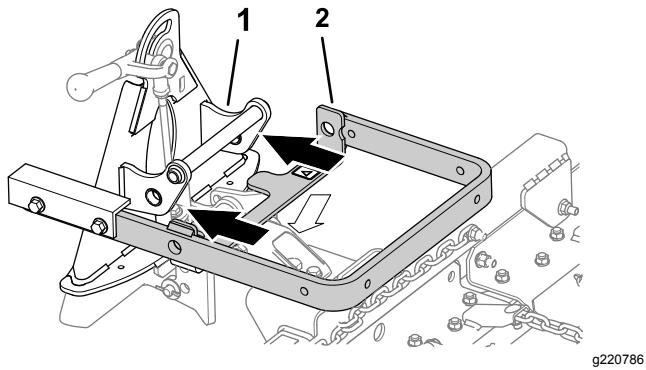
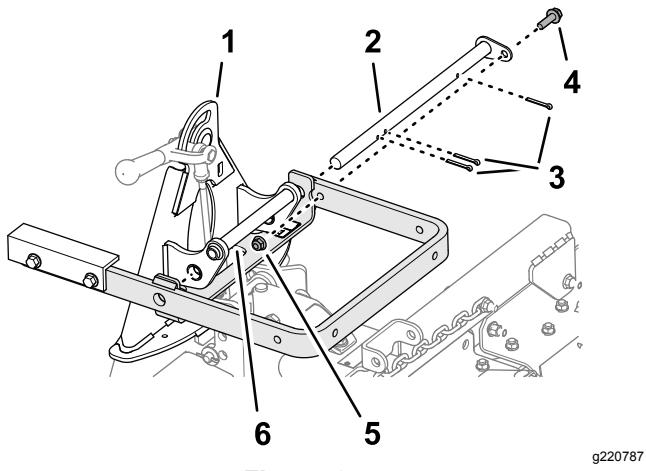

Figure 5
Figure 6
4. Alignez le bras de levage sur le support de l'adaptateur d'accessoire (Figure 5) et accouplez-les avec la barre d'articulation comme illustré à la Figure 6.
Remarque: Lorsque vous déplacez l'adaptateur d'accessoire, servez-vous de la poignée prévue au dos (Figure 5).
5. Fixez la barre d'articulation (Figure 6) avec 3 goupilles fendues et un boulon ($\frac{3}{8}$ " x $1\frac{1}{4}$ ").